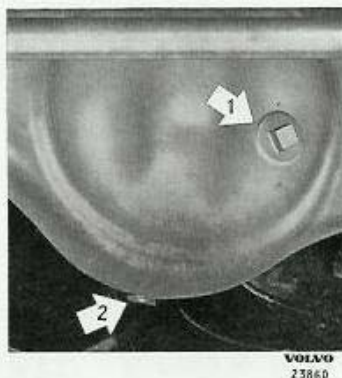
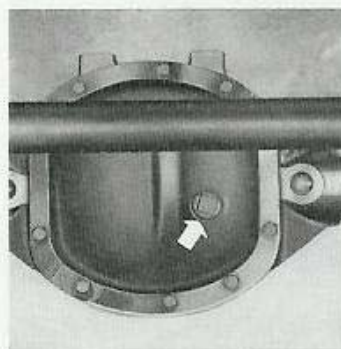

Bild 7. Bakväxel (ENV) tid. utf.
Bild 8. Bakväxel (Spicer) sen. utf.
Vid ny eller nyrenoverad bakväxel skall oljebyte och sköljning ske efter de första 2 500 km. Därefter behöver oljan bytas endast vid renovering om det gäller bakväxel av senare utförande (bild 8). I bakväxel av tidigare utförande (bild 7) bör dock oljebyte ske var 40 000:e km.
Oljebyte sker lämpligast omedelbart efter körning, då oljan ännu är varm. Avtappning sker genom proppen (2, bild 7) varvid påfyllningsproppen (1) skruvas ur. Saknar bakväxeln avtappningspropp kan oljan sugas upp genom påfyllningshålet. Tömning kan även ske genom att locket demonteras men därvid erfordras den allra största renlighet så att smuts inte kommer in i växeln. Kontrollera att lockets packning är oskadad, i annat fall byts den.